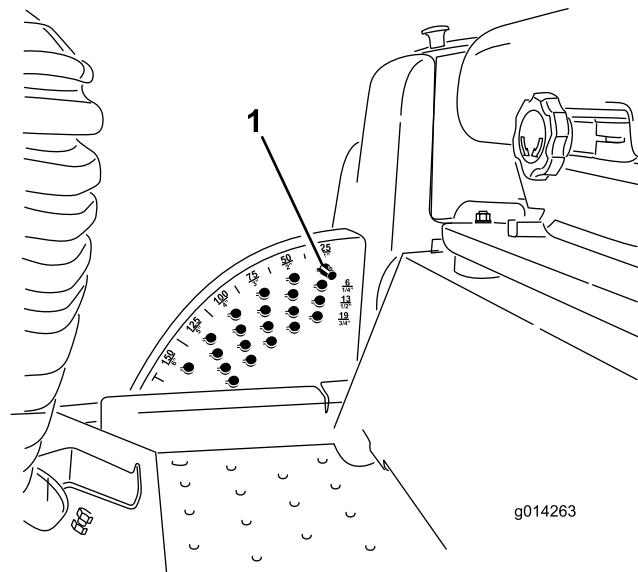

Figura 18
Nota: Para bloquear la la carcasa de corte/el accesorio en posición elevada, eleve la carcasa más allá de la posición de 15 cm, retire el pasador de tope de altura de corte (consulte Ajuste de la altura de corte), y ponga el pasador en la posición de altura de corte de 15 cm (Figura 18).
1. Con el motor en marcha, presione hacia atrás el interruptor de elevación de la carcasa hasta que la carcasa del cortacésped esté elevada del todo y **suelte el interruptor inmediatamente** (Figura 18).
2. Para ajustar, gire el pasador hasta que el nervio quede alineado con la ranura del taladro del soporte de altura de corte, y retire el pasador (Figura 18).
3. Seleccione un taladro del soporte de altura de corte que corresponda a la altura de corte deseada, inserte el pasador y gírelo para bloquearlo en esa posición (Figura 18).
Nota: Hay cuatro filas de taladros (Figura 18). La fila superior corresponde a la altura de corte impresa encima del pasador. La segunda fila corresponde a la altura impresa más 6 mm (1/4 pulgada). La tercera fila corresponde a la altura impresa más 12 mm (1/2 pulgada). La fila inferior corresponde a la altura impresa más 18 mm (3/4 pulgada). Para la posición de 15,8 cm (6 pulgadas) hay un solo taladro, situado en la segunda fila. Esta posición no añade 6 mm (1/4 pulgada) a la altura de 15,8 cm (6 pulgadas).